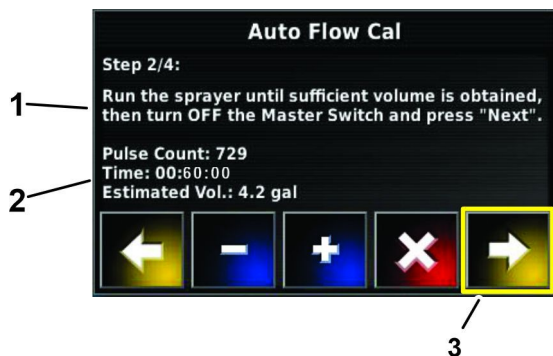

Figura 171
5. Na consola de controlo, na etapa 2 de 4 no assistente de calibração automática da taxa de fluxo, quando o contador de tempo marcar 60 segundos (Figura 171), coloque o interruptor de secção principal da máquina na posição DESLIGAR.
7. Na etapa 2 de 4 no assistente de calibração automática da taxa de fluxo, pressione o ícone Avançar (Figura 171).